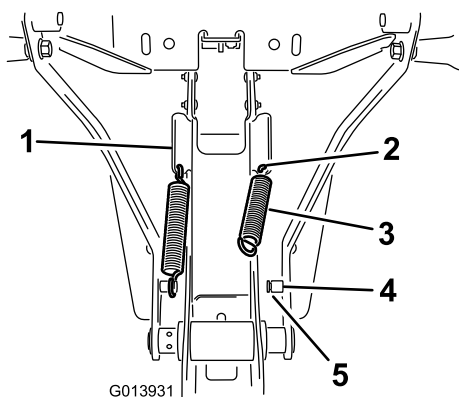

図 8
1. フレーム・アセンブリの側面にあるアングル・タブの下端についている穴にスプリングを取り付ける 図 8。
2. スプリングの一方の端をハングルタブの穴に引っ掛け、もう一方の端をスプリングポストに引っ掛ける 図 8。
3. スプリングの端部が柱の溝に適切にはまっていることを確認する 図 8。